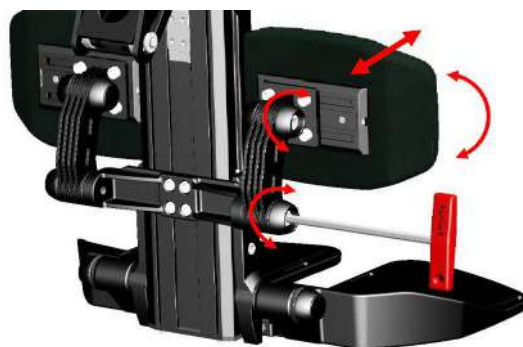

Figura 11-33
- Paso 5: Coloque las cubiertas en los lados del soporte. (Figura 11-33)